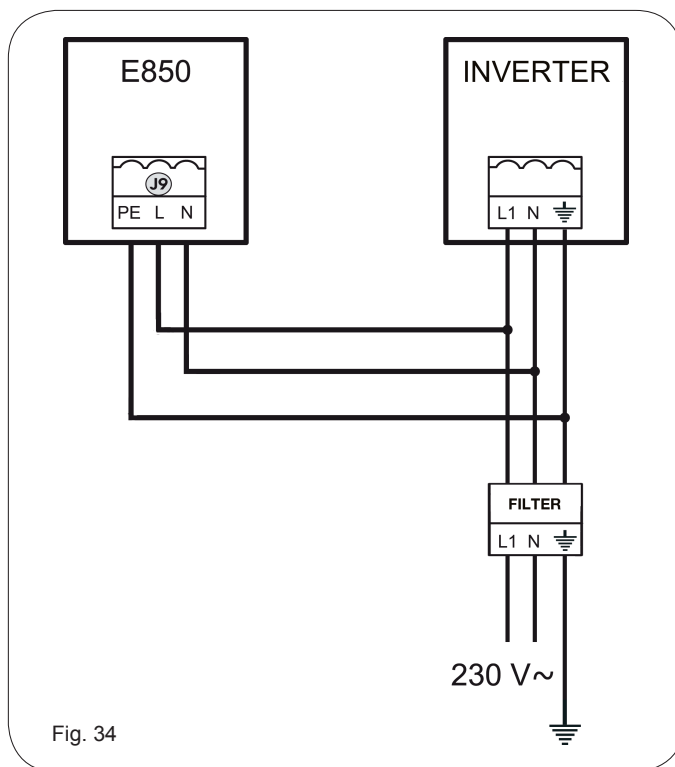

Fig. 34
11.4.5 TERMINAL BOARD J9 - POWER SUPPLY (FIG. 34)